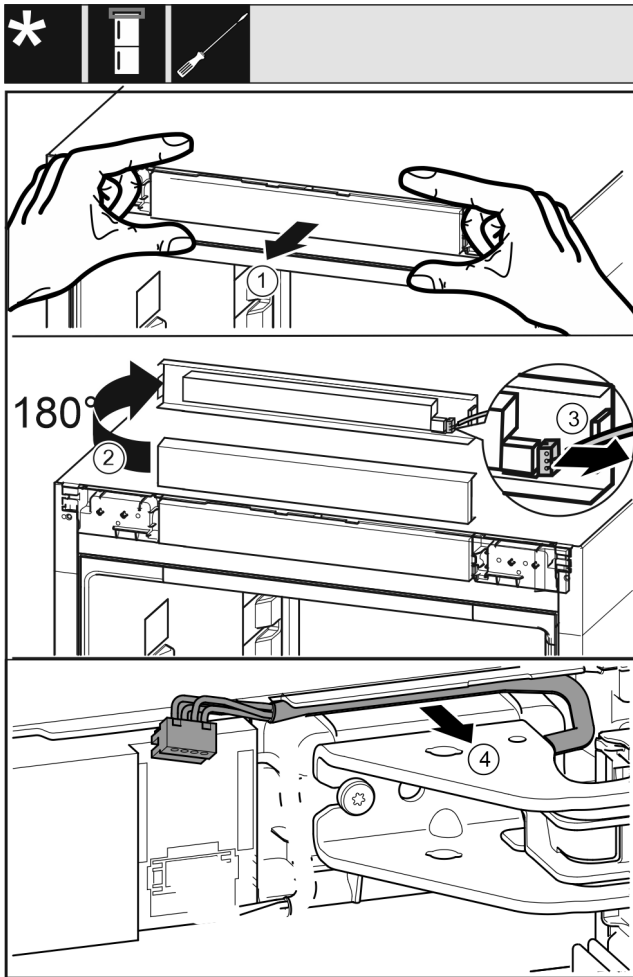

Fig. 13
- Désolidariser avec précaution le panneau de commande Fig. 13 (1) vers l'avant.
- Tourner le panneau de commande Fig. 13 (2) de 180° vers le haut.
- Pousser l'ergot Fig. 13 (3) vers l'arrière et retirer avec précaution le connecteur.
- Désolidariser avec précaution le câble Fig. 13 (4) du guide par le biais du support de palier.